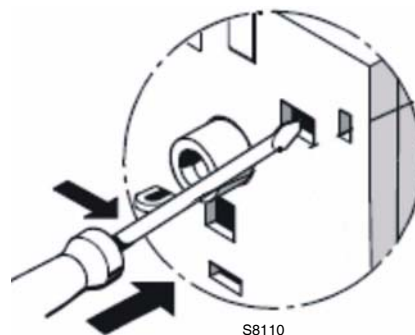

Fig. 33
- **Contact test NC (95-96) and NO (97-98)(Fig. 33)**